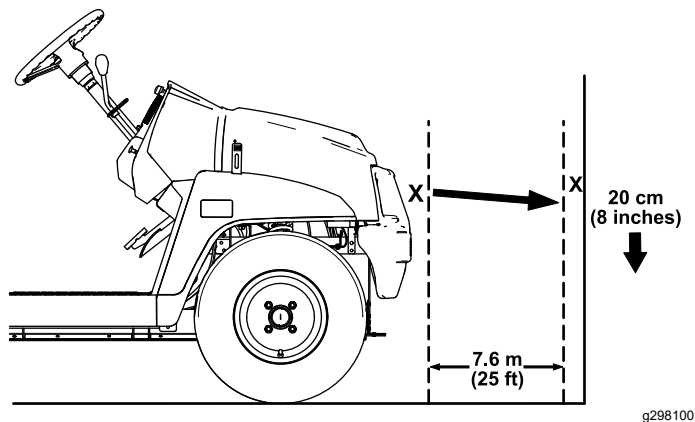

Figura 40
1. Estacione a máquina numa superfície nivelada com os faróis a cerca de 7,6 m de uma parede (Figura 40).
A parte mais brilhante do feixe do farol deve estar 20 cm abaixo da marca colocada na parede (Figura 40).